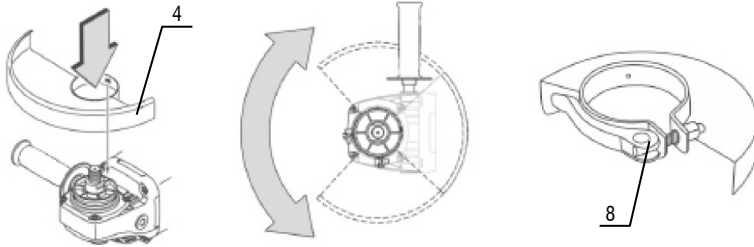

Fig. 3 – Montagem e posicionamento da capa de proteção
2. Solte o parafuso de aperto rápido (8), Fig. 3;
4. Posicione a capa de proteção (4) de acordo com o trabalho a ser realizado;
5. Aperte o parafuso (8) na posição desejada.